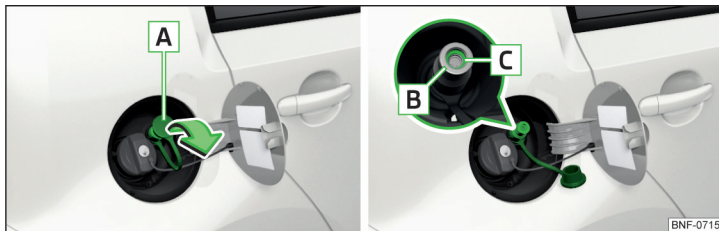

Abb. 136 Erdgaseinfüllstutzen
- Die Kappe **A** » Abb. 136 in Pfeilrichtung abnehmen und die Füllkupplung der Betankungsanlage auf den Einfüllstutzen **B** stecken.
- Prüfen, ob der Dichtring **C** » Abb. 136 im Einfüllstutzen **B** stecken blieb. Ist der Dichtring auf die Füllkupplung gerutscht, dann ist dieser wieder in den Einfüllstutzen einzusetzen.